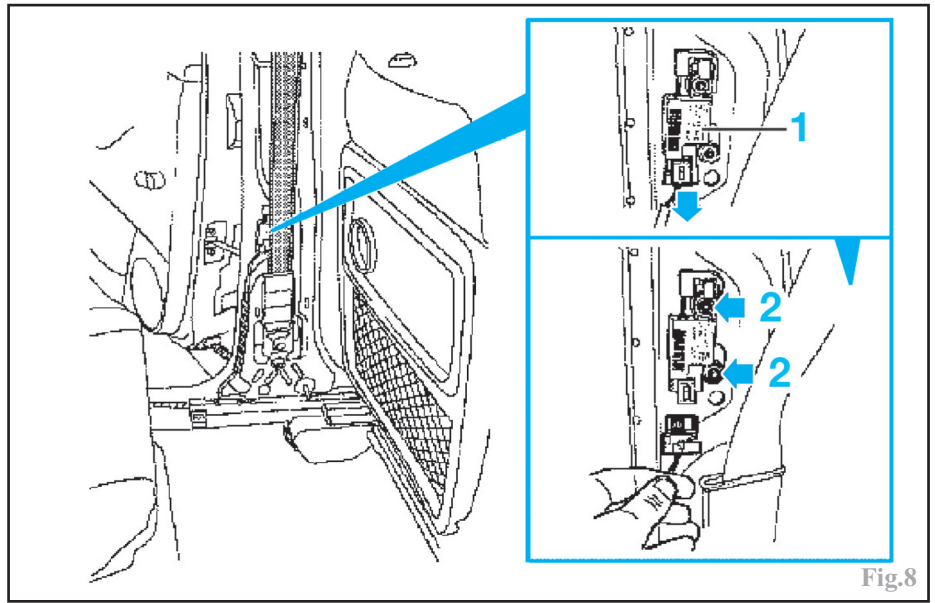

Fig.8
Débrancher le capteur latéral (1) (Fig.8).